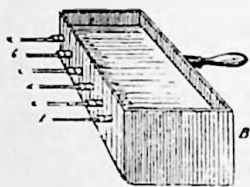

Fig. 10
**Experiență.** — Ne servim de o cutie paralelipipedică *B* de alamă (fig. 10). Printr'un perete al acestei cutii străbat vergelele *a, b, c, d, e* și *f* de sticlă, cositor, zinc, fer și aramă, acoperite cu un strat subțire de parafină în partea lor exterioară. Turnând apă în vas cam de 70—80°, vom vedea că pe când la unele cum e arama, parafina se topește pe o lungime mai mare, la altele pe o porțiune